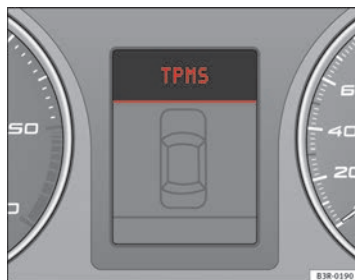
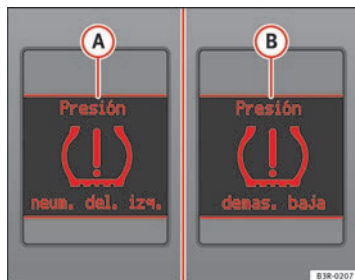

Fig. 45 Pantalla: avería del sistema
Fig. 46 Pantalla: aviso con texto de advertencia ▶
El testigo amarillo (L) luce permanentemente si el sistema está averiado o si la presión de inflado es demasiado baja por lo menos en una de los neumáticos. En caso de avería del sistema se activa la indicación TPMS en la pantalla central del cuadro de instrumentos ⇒ página 70, fig. 45. En caso de que se produzca una pérdida de presión de los neumáticos de forma rápida, en la pantalla central del cuadro de instrumentos, se activa el mensaje (A) ⇒ página 70, fig. 46. Si la pérdida de presión se produce de forma lenta, en la pantalla central del cuadro de instrumentos, se activa el mensaje (B) ⇒ página 70, fig. 46. En este mensaje no se especifica el neumático afectado. Si le ocurre algunas de estas indicaciones: